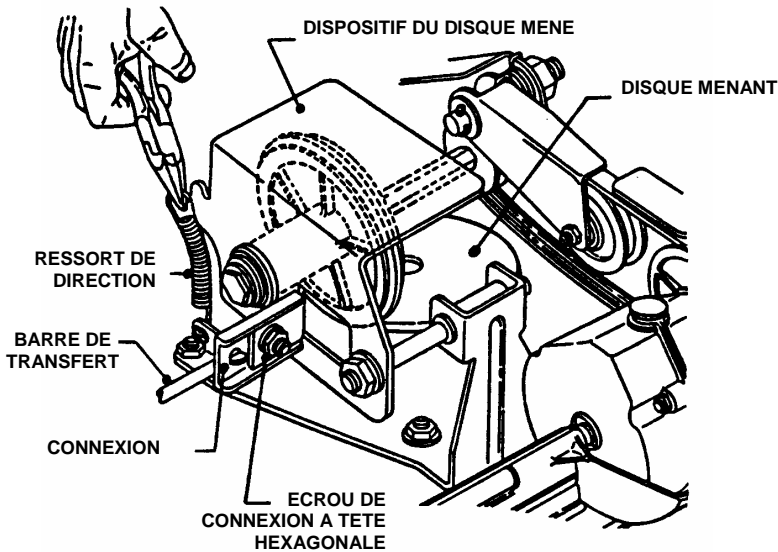

FIGURE 4.9
2. Retirez le ressort d'entraînement du dispositif du disque mené. Desserrez l'écrou de connexion à tête hexagonale. Voir figure 4.9.